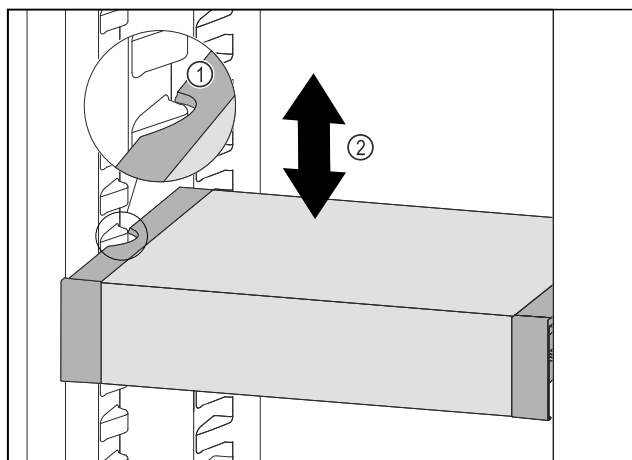

Fig. 63
- Træk VarioSafe fremefter, indtil udsparingerne i siden på VarioSafe er på niveau med beholderribben i kølesektionen. Fig. 63 (1)
- Flyt VarioSafe op eller ned i kølesektionen, indtil den ønskede højde er nået. Fig. 63 (2)